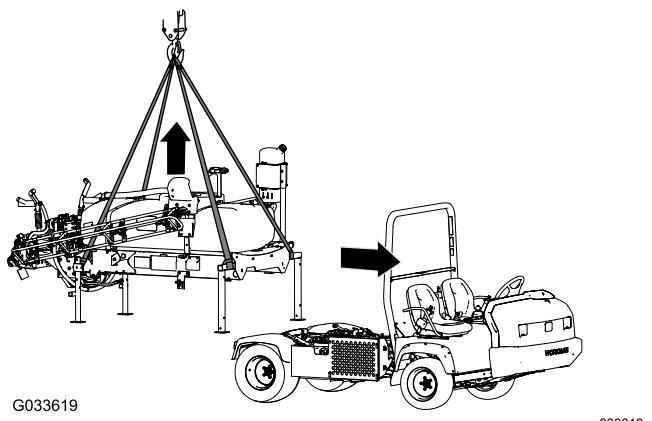

Figure 138
1. Abaissez les rampes à 45° environ et faites les pivoter en avant (Figure 138).
5. Fixez le matériel de levage aux tubes horizontaux des jambes de support avant et le montant vertical aux jambes de support arrière (Figure 138).
7. Levez le patin de la cuve à une hauteur suffisante pour éviter le patin de la machine (Figure 138).